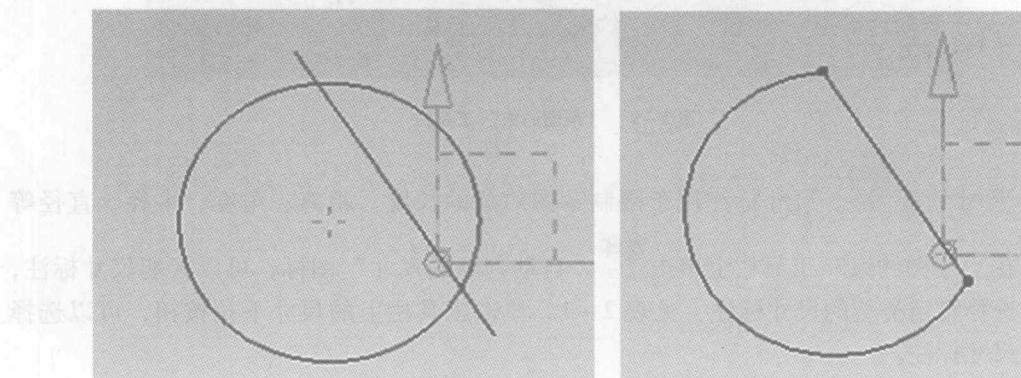

图 2-7 快速裁剪
⑤ 快速裁剪。此命令可以裁剪曲线至最近的交点，在将光标移到曲线上时，系统会改变曲线的颜色并预览裁剪结果，如图 2-7 所示。对于裁剪命令有以下说明。